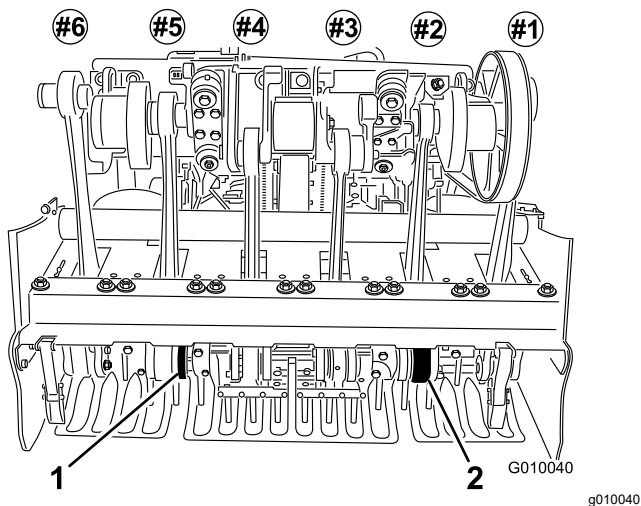

Figure 27
6. Placez les louchets dans les porte-louchets n° 2 et 5 (Figure 27), puis serrez les boulons.